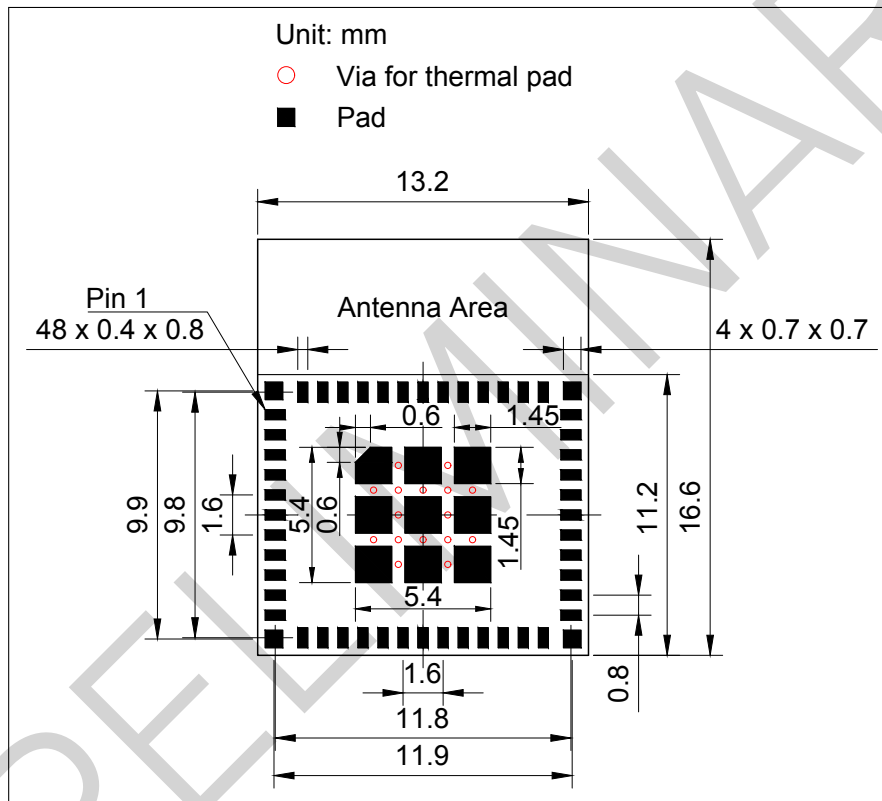
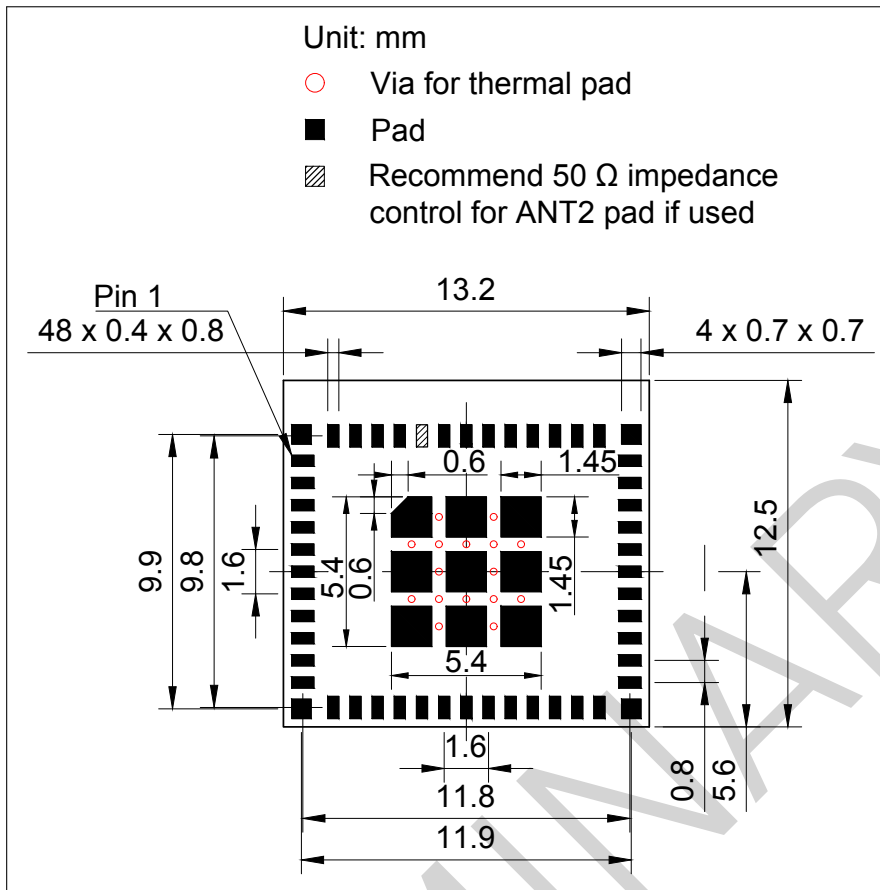

图 14: ESP32-C61-MINI-1 推荐 PCB 封装图形
图 15: ESP32-C61-MINI-1U 推荐 PCB 封装图形
- 推荐 PCB 封装图，标有 PCB 设计所需的全部尺寸。详见图 14 ESP32-C61-MINI-1 推荐 PCB 封装图形 和图 15 ESP32-C61-MINI-1U 推荐 PCB 封装图形。
- 推荐 PCB 封装图的源文件，用于测量图 14 和 15 中未标注的尺寸。您可用 Autodesk Viewer 查看 ESP32-C61-MINI-1 和 ESP32-C61-MINI-1U 的封装图源文件。